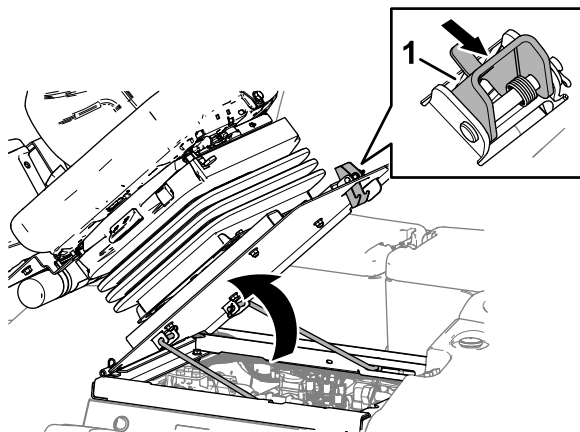

Figure 107
1. Poussez le verrou du siège vers l'extérieur (Figure 107).